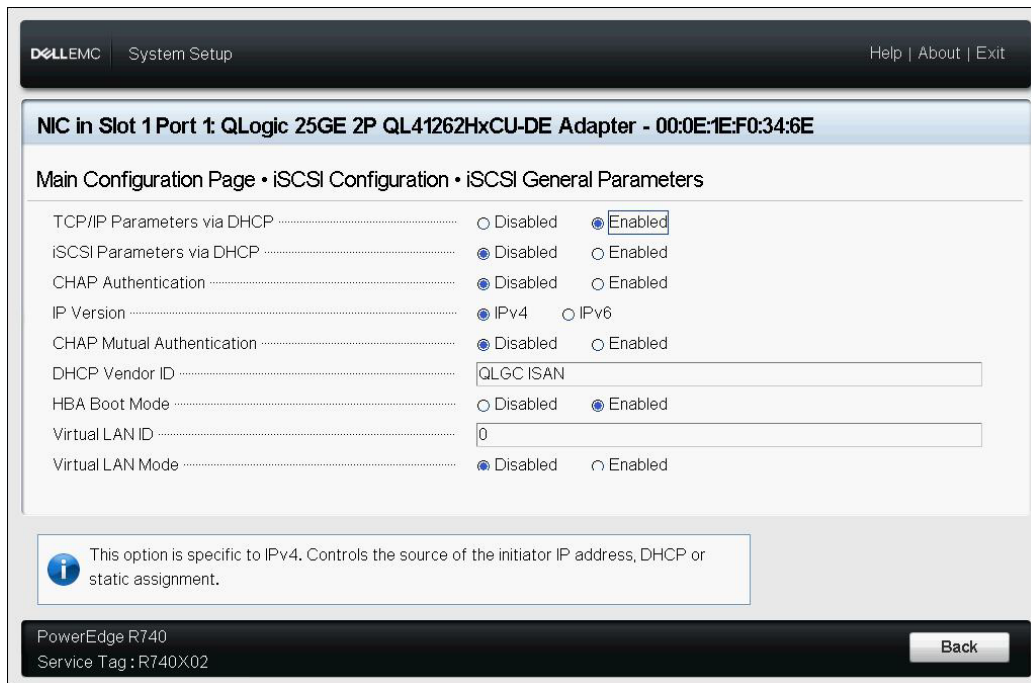

Ilustración 6-7. System Setup: iSCSI General Parameters (Configuración del sistema: Parámetros generales iSCSI)
3. En la página iSCSI General Parameters (Parámetros generales de iSCSI) (Ilustración 6-7), pulse la tecla de FLECHA HACIA ABAJO para seleccionar un parámetro y, a continuación, pulse la tecla INTRO para introducir los siguientes valores (la Tabla 6-2 en la página 85 suministra descripciones de estos parámetros):
- La etiqueta cambiará a **IPv6** o **IPv4** (predeterminado) según la versión IP que se haya definido en la página iSCSI General Parameters (Parámetros generales iSCSI) (Ilustración 6-7 en la página 85).